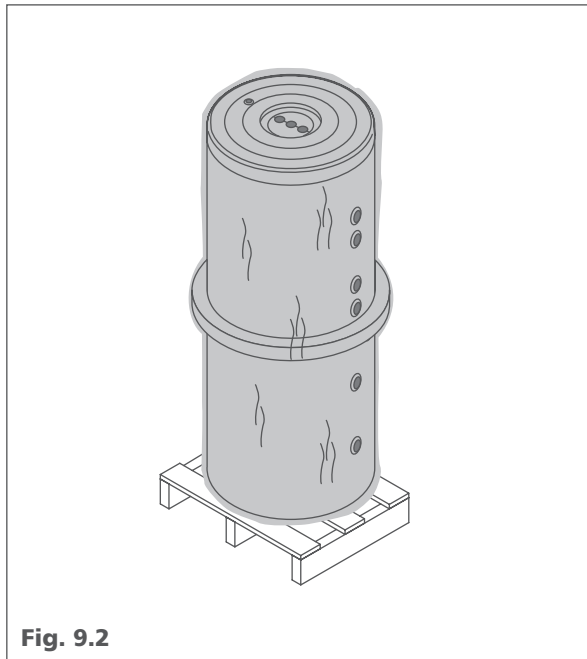

Fig. 9.2
**Ricevimento del prodotto (Fig. 9.2)**